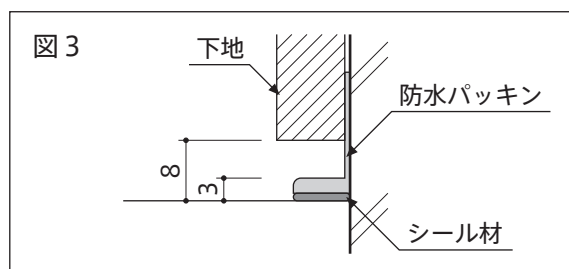

図4
- 下地を付属の⊕サラタッピンネジ3.5×3.5にて壁面の指定位置にしっかりと取付けてください。(図4・図5)